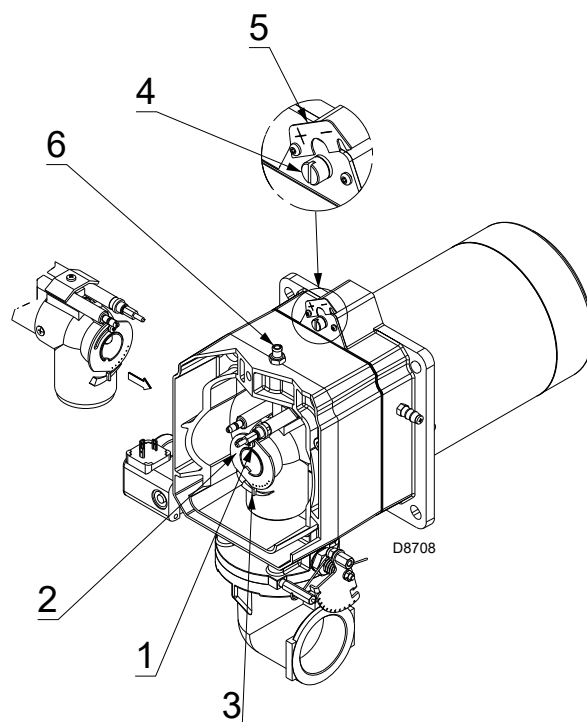
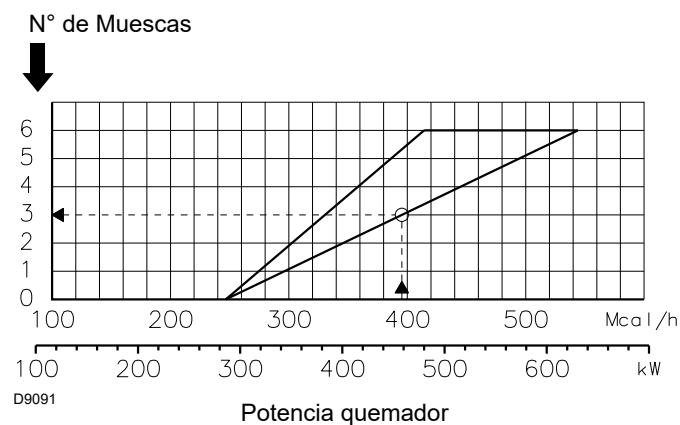

Fig. 13
Fig. 14
cuando la potencia MIN está comprendida entre $80 \div 129$ kW, la tuerca 2)(Fig. 13) debe regularse en 0.
Hallar en el gráfico de la Fig. 14 la posición a la cual regular el aire y el gas, del modo siguiente:
- Girar el tornillo 4)(Fig. 13) hasta que coincida la muesca encontrada con el plano delantero 5) de la brida.
- Aflojar el tornillo 1)(Fig. 13) y girar la tuerca 2) hasta que coincida el número de posición hallada con el índice 3).
Del gráfico de la Fig. 14 resulta que para esta potencialidad las regulaciones del gas y del aire se realizan en la muesca 3.
Si no se dispone de dicha presión, abra la tuerca 2)(Fig. 13) hasta la posición 4-5. El gráfico indica la regulación óptima de la tuerca 2)(Fig. 13). Si la presión de la red de alimentación de gas es muy baja y no permite que se alcance la "Presión gas" a pág. 19 a la potencia MÁX, y si la tuerca 2) está sólo parcialmente abierta, aún es posible abrir la tuerca 1 ó 2 posiciones. Siguiendo el ejemplo anterior, se ve que para un quemador con una potencia de 460 kW se necesita una presión aproximada de 5,4 mbar en la toma 6).
A = Tuerca del gas 2)(Fig. 13 en pág. 16) regulada como se indica en el gráfico (Fig. 14 en pág. 17).
B = Tuerca del gas 2)(Fig. 13 en pág. 16) regulada en cero.
Tuerca del gas 2)(Fig. 13 en pág. 16) regulada como se indica en el gráfico (Fig. 14 en pág. 17).